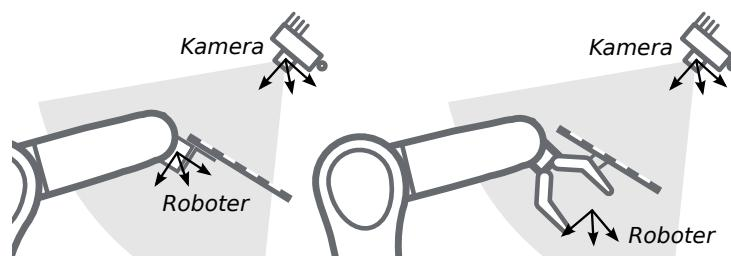

Abb. 6.20: Alternative Montageoptionen für die Befestigung des Kalibriermusters am Roboter
6.19 und Abb. 6.20 angegeben, angebracht werden.
**Bemerkung:** Für das Modul zur Hand-Auge-Kalibrierung spielt es keine Rolle, wie das Kalibriermuster in Bezug auf das benutzerdefinierte Roboter-Koordinatensystem genau angebracht und positioniert wird. Das bedeutet, dass die relative Positionierung des Kalibermusters zu diesem Koordinatensystem weder bekannt sein muss, noch für die Kalibrierroutine relevant ist (siehe in Abb. 6.20).